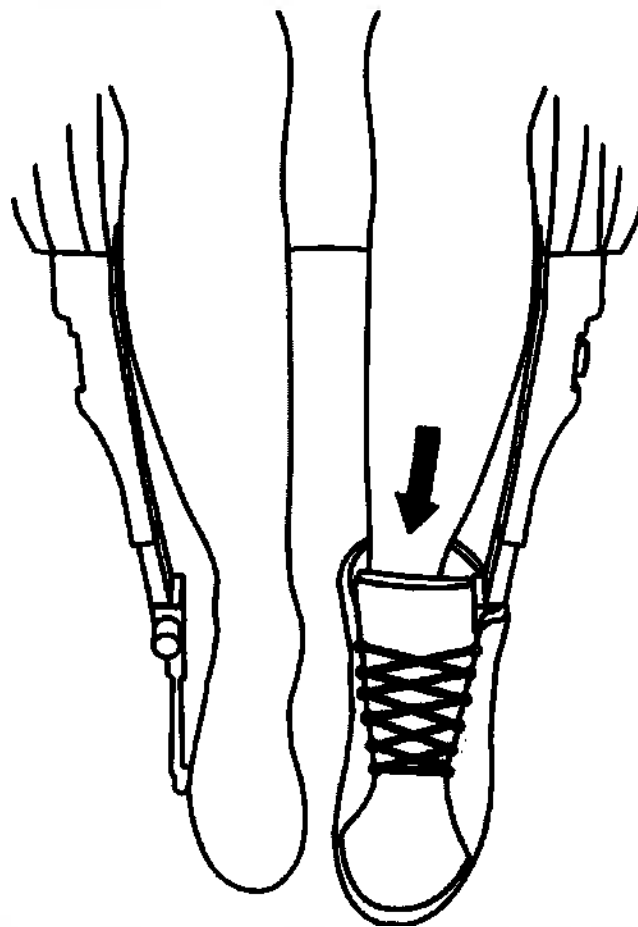

Рисунок 2 – Фиксирование положения ног при надевании экзоскелета
- Поставьте Ваши ноги в Вашу обувь и закрепите обувь на ноге (рисунок 2).